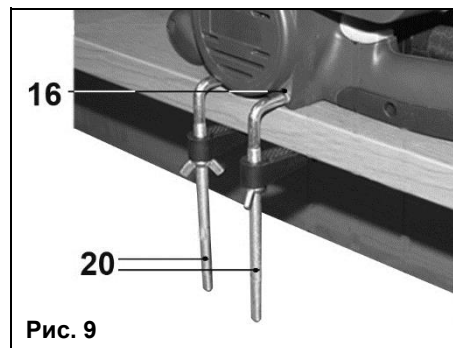

Рис. 9
7.8.3. Используя специальные струбцины (20), вставьте их в отверстия (16), зафиксируйте машину на верстаке так, как показано на Рис. 9.
7.8. Стационарная установка машины ЛМЭ-750/457 на верстаке (Рис.9).